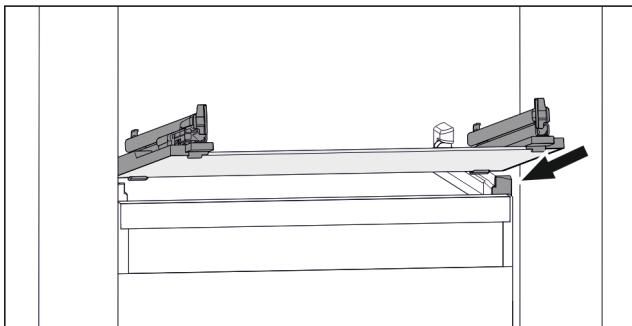

Fig. 115 Simbolična slika steklene plošče
- ▶ Stekleno ploščo postavite v pošetnem položaju za zaustavljalniki. (glejte Fig. 115)